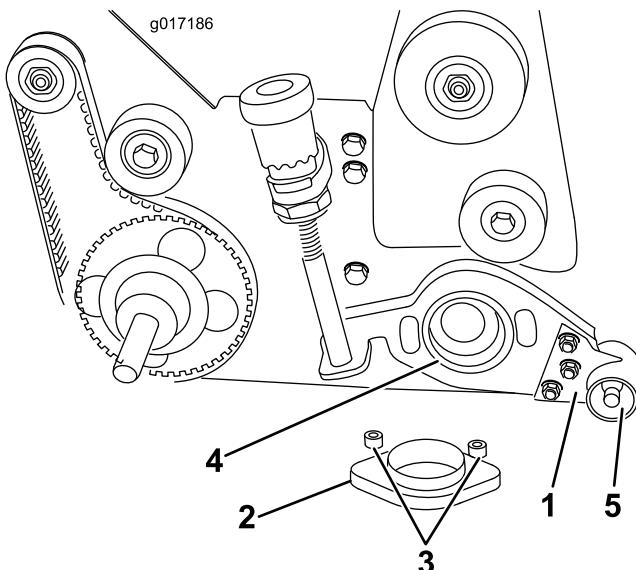

Рисунок 9
- A. Вставьте переходное кольцо в корпус подшипника барабана (Рисунок 9).
- B. Наденьте узел пластины механической щетки на конец вала механической щетки (Рисунок 9).
- C. Вставьте два винта с плоскими головками на 3/8 x 2 дюйма через крышку рычага механической щетки и переходник подшипника. Установите разделитель поверх каждого винта, прежде чем устанавливать переходник на корпус подшипника барабана. Вставьте переходник через бронзовый подшипник в пластине механической щетки в сборе и в корпус подшипника барабана. Установите контргайки на винты с плоскими головками и затяните с моментом от 31 до 37 Н•м (Рисунок 9).
D. Прикрепите правый конец вала механической щетки к пластине механической щетки в сборе с помощью контргайки 1/2 дюйма (с левосторонней резьбой). Затяните контргайку с моментом от 39 до 47 Н•м (Рисунок 9).
22. Установите узел рукоятки регулировки механической щетки на правую пластину с помощью снятых при выполнении действий по пункту 8В колпачкового винта на 3/8 x 5/8 дюйма и тарельчатой шайбы (Рисунок 9).